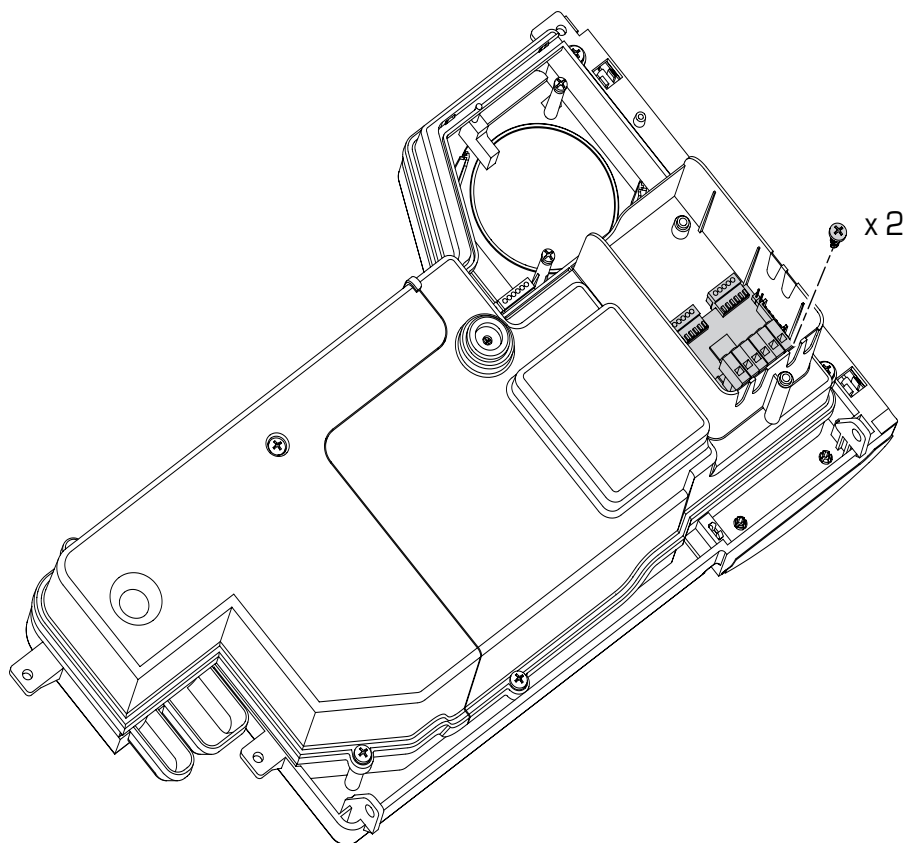

рис. 9
2.6 ПЕЧАТНАЯ ПЛАТА RS-485 (рис. 9)